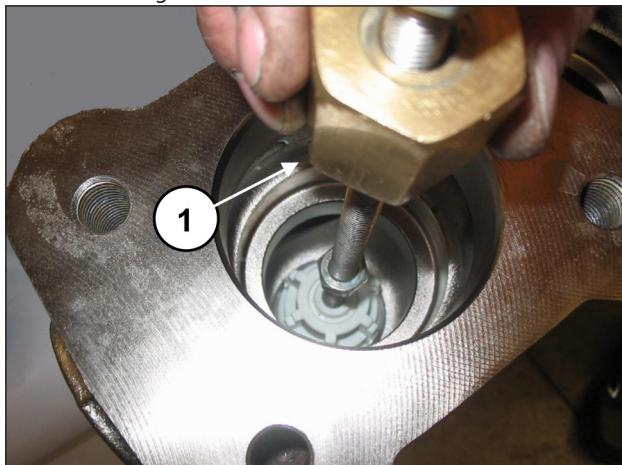

Fig. 112
Estrarre il gruppo valvola aspirazione mediante l'utilizzo di un estrattore a massa battente (cod. 27516400) da applicare al foro M10 del guida valvola (pos. ①, Fig. 112) o, in aggiunta, eventuale adattatore M10-M16 (cod. 25089700) da applicare al filetto M16 del guida valvola.